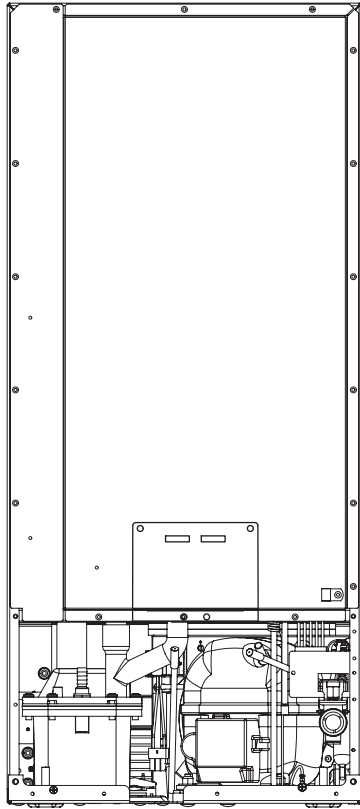

Figure 48
- Débranchez la conduite de sortie de la vanne d'eau vers le réservoir, et drainez l'eau résiduelle de la zone de piège de la conduite d'eau (Voyez les Figures 48 et 48a).
- Reconnectez la conduite d'eau de sortie de vanne d'eau (Voyez les Figures 48 et 48a).